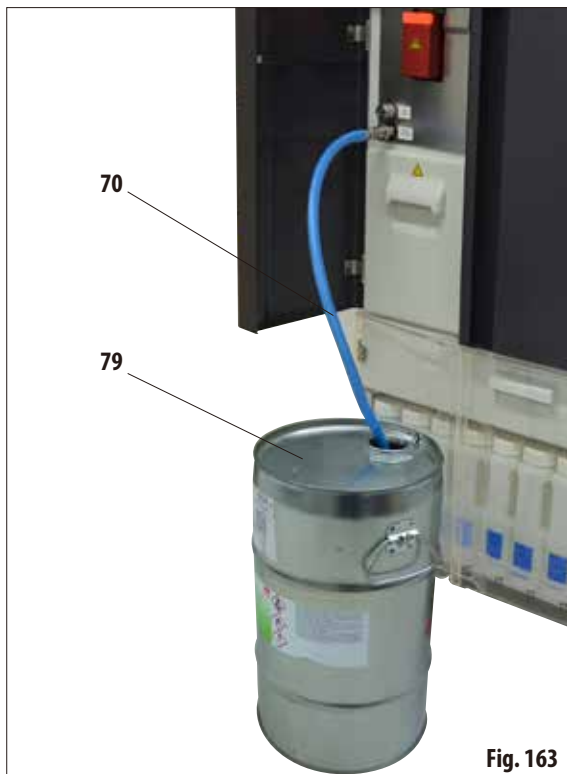

Fig. 163
- Collegare il tubo flessibile per il riempimento/svuotamento senza contatto (70) e inserirlo come indicato nella fig. 163 dentro la stazione esterna (79) (ad esempio in un grosso contenitore).